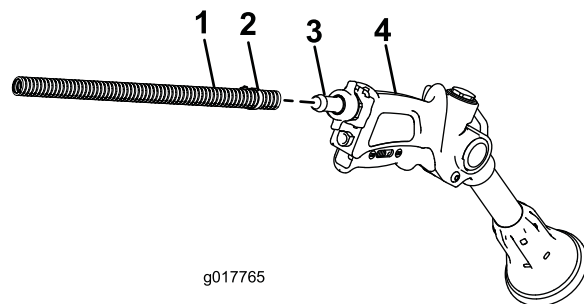

図 16
2. ホース長のもう一端をスプレーガンのフィッティングにつなぐ図 16。